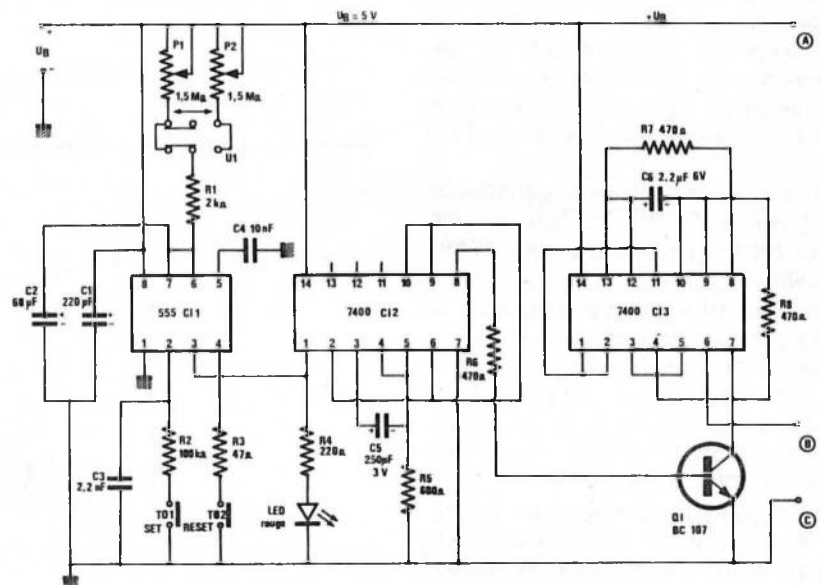
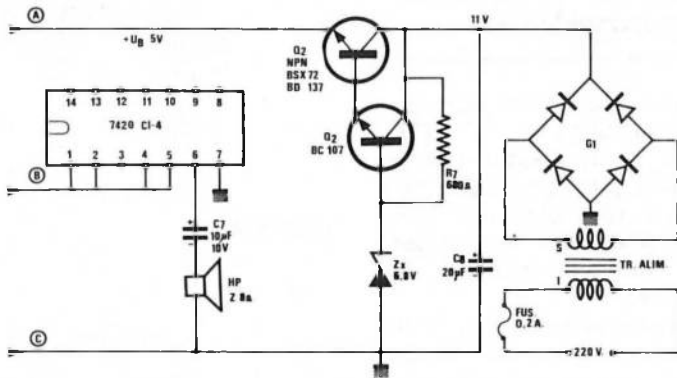

Figure 10
Figure 11
L'appareil est représenté par les schémas des **figures 10 et 11** qui se relient entre eux par les points (A), (B) et (C). A la **figure 11**, on a représenté, à droite, l'alimentation qui est réalisée avec un transformateur à primaire de 220 V ou tout autre tension et un secondaire auquel on a branché un pont de quatre redresseuses permettant d'obtenir 11 V aux bornes de C_8 de 220 μF , 16 V.
En revenant à la **figure 10**, on voit à gauche le 555, monté en générateur de signaux d'horloge. R_2 , C_3 est un filtre passe-bas. La broche SET (2) est reliée par R_2 à TO1 (touche de contact), mettant R_2 à la masse. Le point 5 du 555 est découplé vers la masse par C_4 .
Le générateur BF ne fonctionne qu'à la fin de la période déterminée par le réglage des potentiomètres P_1 ou P_2 . Son signal est transmis à l'amplificateur CI-4. Celui-ci est réalisé avec un NAND à quatre entrées, réunies par les points 1, 2, 4 et 5 (point B **figure 11**).
La LED rouge peut être d'un type quelconque et la couleur de sa luminescence peut être différente, par exemple verte ou jaune, mais la couleur rouge convient seule en photo. L'appareil se réalise en une seule unité avec les circuits des **figures 10** et **11**.